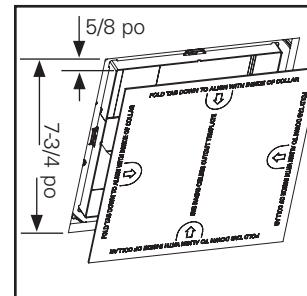

Figure 3.
- En utilisant le gabarit fourni, coupez autour du collier afin d'obtenir un espace de 5/8 po entre l'écrou et le plafond – 7-3/4 po au total pour le RA6X6 (Figure 3.); 6-1/2 po au total pour le RA4X4 (Figure 4). Si besoin, baissez le collier en desserrant les vis à ailettes de blocage, puis serrez les vis avec vos mains afin de fixer le collier dans la bonne position.